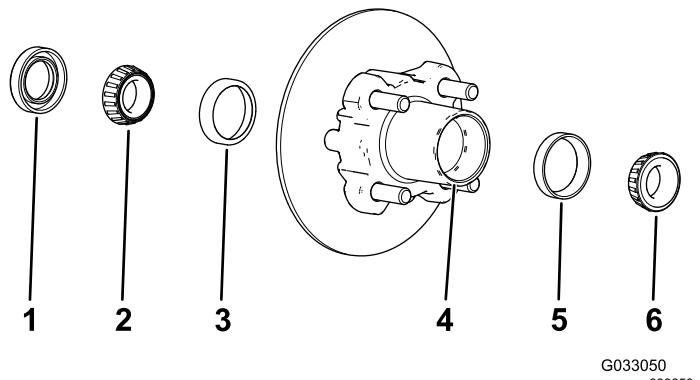

**Рисунок 28**
6. Снимите гайку оси с оси и отделите ступицу и тормозной диск в сборе от оси (Рисунок 27 и Рисунок 28).